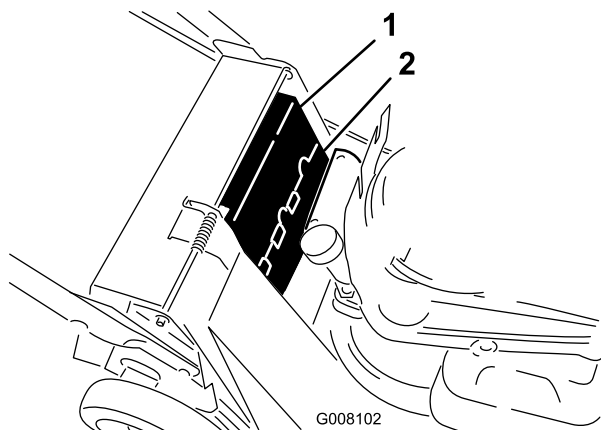

Figure 26
- Déposez les couvercles de courroie supérieur et inférieur (Figure 26).